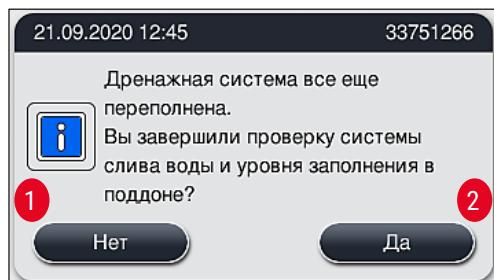

Рис. 124
2. Если по истечении 5 минут и совершении дополнительных попыток очистки засорение не устраняется, на экране появляется сообщение (→ "Рис. 124") для пользователя с указанием на то, что уровень воды по-прежнему остаётся высоким. Нажав **Нет** (→ "Рис. 124-1"), пользователь может продлить время ожидания еще на 5 минут, чтобы совершить новые попытки очистки. Если попытки очистки, совершенные в это дополнительное время, оказываются успешными, ситуация считается разрешённой, как описано в п. 1. Если для выполнения очистки требуется ещё время, снова нажмите **Нет** (→ "Рис. 124-1"). Время ожидания может продлеваться много раз. Если несмотря на все попытки очистки устранить засорение не удаётся, нажмите **Да** (→ "Рис. 124-2") для запуска управляемого процесса отмены (см. следующие разделы 3 и 4).